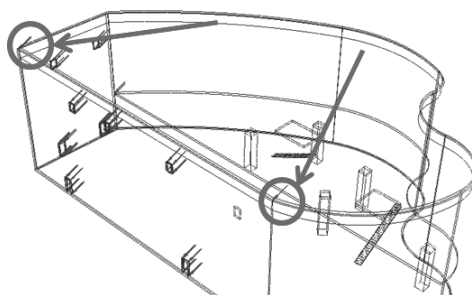

图 7-19 网格诊断工具检查
- 使用 Autodesk CFD 网络诊断工具来确定小面和短边。这些特征可能会指示出地板和墙壁之间的缝隙, 如图 7-19 所示。